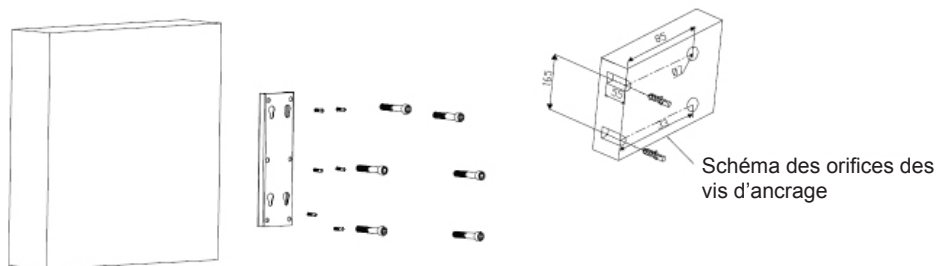

Figure 2
- 2- Montez le support mural comme indiqué dans la Figure 2.